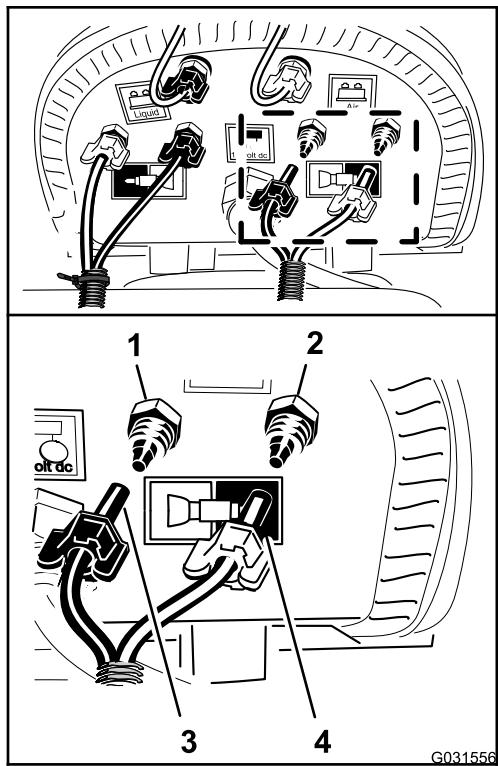

Рисунок 144
5. Подсоедините немаркированную (без кабельной стяжки) трубку, надев синюю трубку левой секции опрыскивателя на обжимной фитинг водяного контура левой секции опрыскивателя (Рисунок 144).
- Наденьте зажимную гайку трубы на фитинг и затяните гайку от руки (Рисунок 144).
- Подсоедините прозрачную трубку левой секции опрыскивателя к обжимному фитингу воздушного контура левой секции опрыскивателя (Рисунок 144).